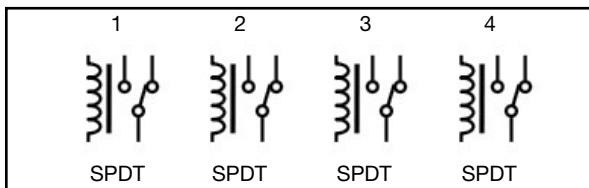

Figure 2.
- La configuration de sortie par défaut de la nouvelle carte de relais est définie en quatre relais SPDT (voir la figure 2) indépendamment contrôlés.